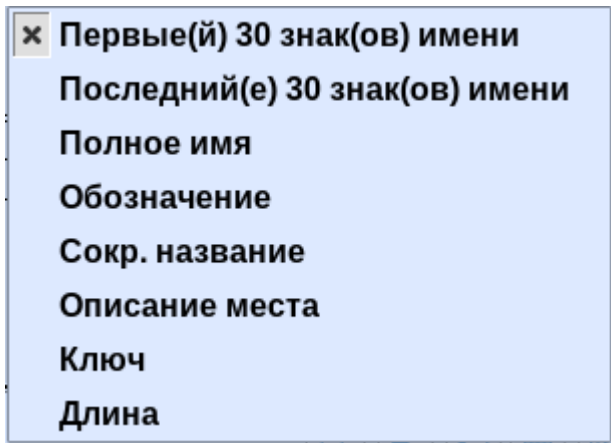

Рисунок 4.39 – Меню выбора подписи оси
-  открывает меню, в котором можно выбрать подписи оси X (Рисунок 4.39);